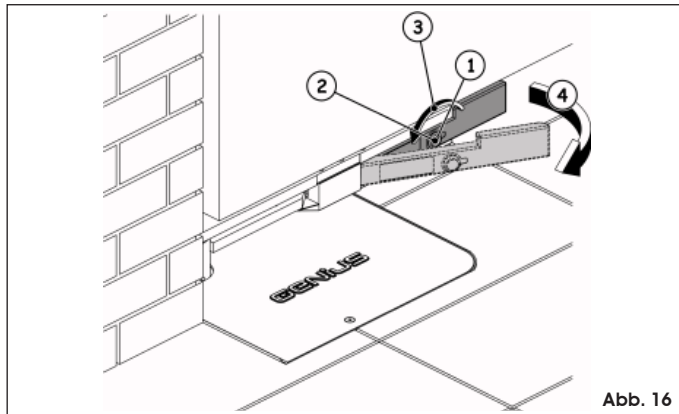

Abb. 16
- Schutzabdeckung des Elektroschlösses öffnen (Abb. 16 Bez. ①)
- Entriegelungsschlüssel in das Schloß einstecken (Abb. 16 Bez. ②)
- Schlüssel bis zum Anschlag in Pfeilrichtung drehen (Abb. 16 Bez. ③)
- Hebel hochziehen (Abb. 16 Bez. ④)